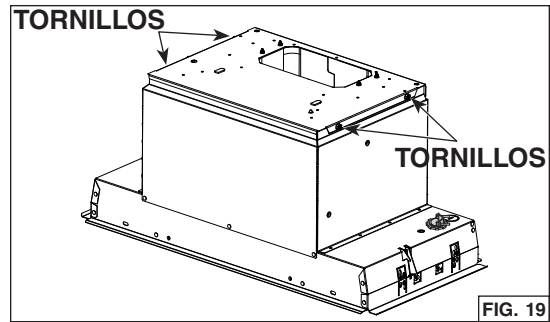

FIG. 19
7. Quite los 4 tornillos (dos por lado) manteniendo la placa de soporte del ventilador a la parte superior del aparato (FIG. 19). Levante cuidadosamente el ventilador y la placa de soporte y póngalos a un lado. El ventilador luego se reinstalará en el aparato.